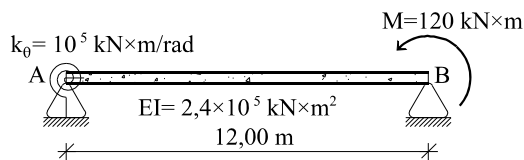

Figura 11
11) La viga biapoyada de la figura 11 está, además, empotrada elásticamente en su extremo A. Rigideces y cargas se dan en la propia figura. Se pide: Determinar los giros en los extremos A y B.